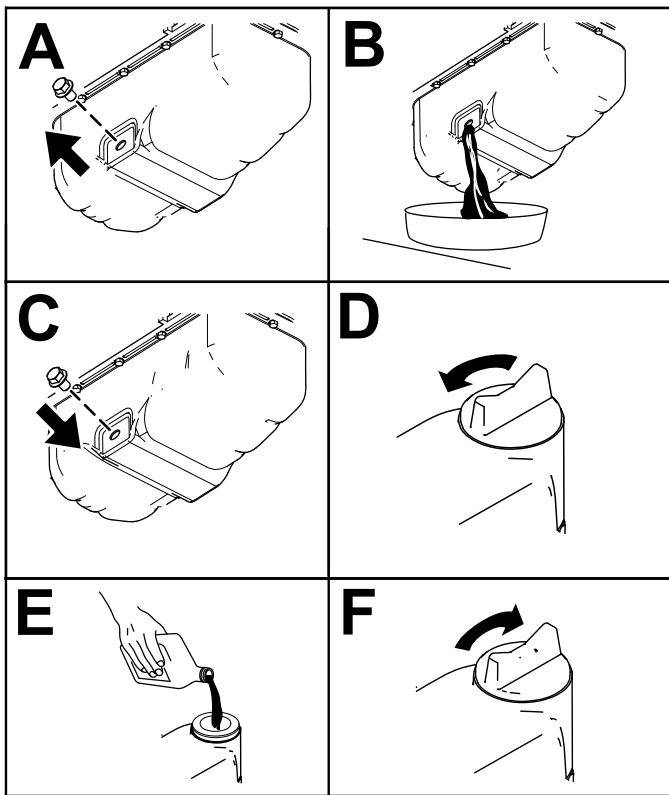

Figura 50
3. Cambie el aceite del motor, según se muestra en la Figura 50.